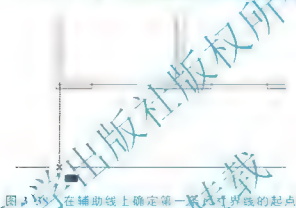

图 3.38 在辅助线上确定第一条尺寸界线的起点
- ⑤ 用【窗口缩放】命令将视图调整至图 3.38 所示的状态。
- ⑥ 将【标注】标注样式置为当前标注样式。
- (1) 执行菜单栏中的【标注】|【线性】命令。
① 在指定第一条尺寸界线原点或 选择对象: 提示下, 捕捉④轴线和①轴线的交点, 但不单击, 而是将光标轻轻地垂直向下拖至辅助线上, 出现交点捕捉后 (图 3.38) 再